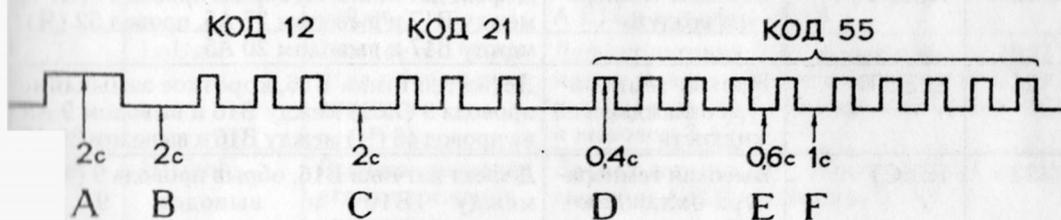

Рис. 11.25.
2. Перевести ключ выключателя приборов и стартера в положение I (включены комбинация приборов и система управления двигателем), при этом диагностическая лампа загорится на 2 секунды (рис. 11.25 «А»).
3. После паузы в 2 секунды (рис. 11.25 «В») диагностическая лампа три раза повторит мигания кода 12, что означает начало проведения диагностирования, в дальнейшем последовательностью вспышек лампа будет сообщать о выявленной неисправности. Каждая вспышка длится 0,4 секунды (рис. 11.25 «D»), пауза между вспышками составляет 0,6 секунды
(рис. 11.25 «Е»). Пауза между цифрами кода неисправностей (например, между цифрами «5» и «5») составляет 1 секунду (рис. 11.25 «F»). Количество вспышек по 0,4 секунды (с паузой 0,6 секунды) соответствует 1-й цифре кода, далее после паузы в 1 секунду – количество вспышек по 0,4 секунды с паузой 0,6 секунды соответствует 2-й цифре кода. Пауза между кодами составляет 2 секунды (рис. 11.25 «С»).